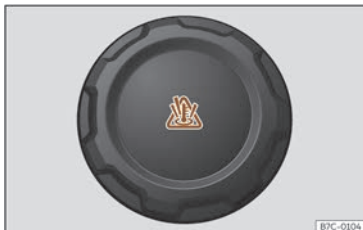

Fig. 192 Obertura davantera: tap del dipòsit d'expansió del líquid refrigerant.
- El dipòsit d'expansió del líquid refrigerant del motor es reconeix pel símbol que hi ha sobre la tapa  >>> **fig. 192**